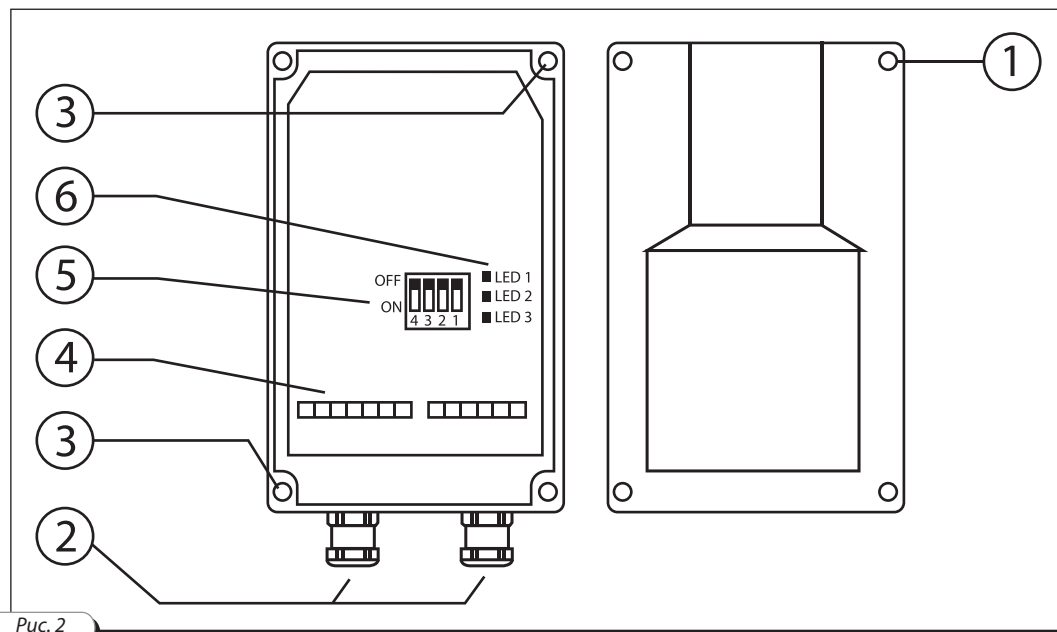
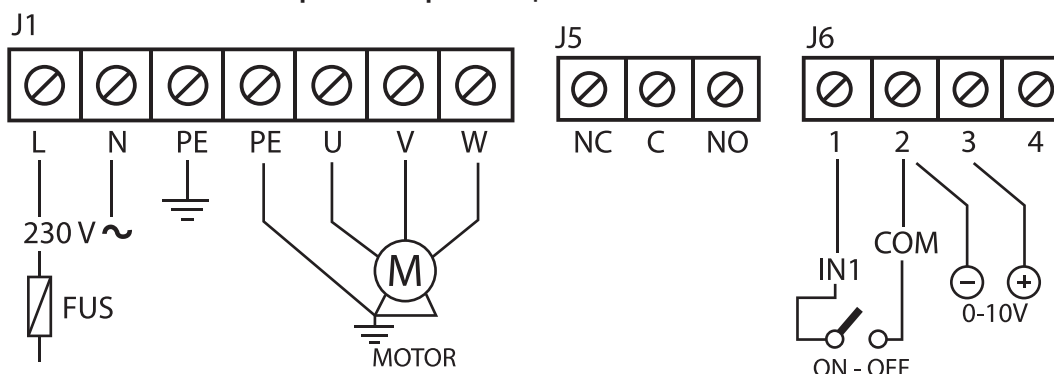

Рис. 2
Рис. 4
- Снять переднюю крышку прибора (см.рис. 2);
- Закрепить регулятор на поверхности при помощи крепежных отверстий в задней стенке прибора (см.рис. 2) ;
- Произвести электрические подключения согласно схемы (см.рис.3)(см.рис.4). Подключение внешних электрических проводников к изделию осуществляется при помощи винтовых клемм - 4 (см.рис.2). Ввод проводников во внутрь прибора производится через гермовводы - 2 (см.рис.2). На внешнем вводе (220В/50Гц) должен быть установлен встроенный в стационарную сеть электроснабжения автоматический выключатель.